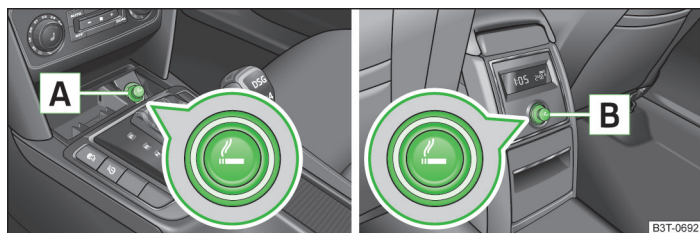
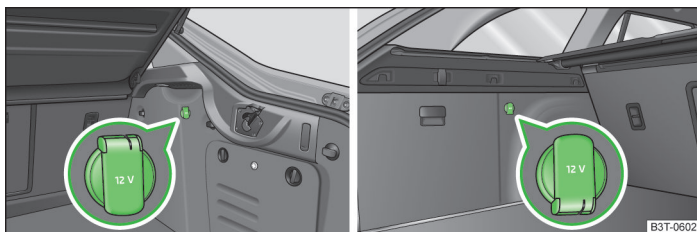

Fig. 70 Console centrale : Allume-cigare avant / allume-cigare arrière
Fig. 72 Coffre à bagages : Prise Superb / Superb Combi
- Appuyer sur le bouton d'allumage **A** ou **B** » fig. 70.
Dans la console centrale avant **A** » fig. 70 à la page 78.
Dans la console centrale arrière **B** » fig. 70 à la page 78.
Dans le coffre » fig. 72.
- Retirer le cache de la prise ou l'allume-cigare » fig. 70 à la page 78 ou ouvrir le cache de la prise » fig. 72.